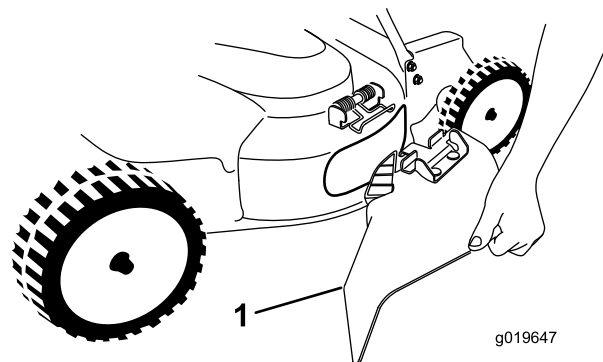

Figure 23
5. Pour monter la goulotte d'éjection latérale (Figure 23), tirez sur le ressort, lincez la goulotte sur l'ouverture et abaissez le ressort sur les pattes en haut de la goulotte.